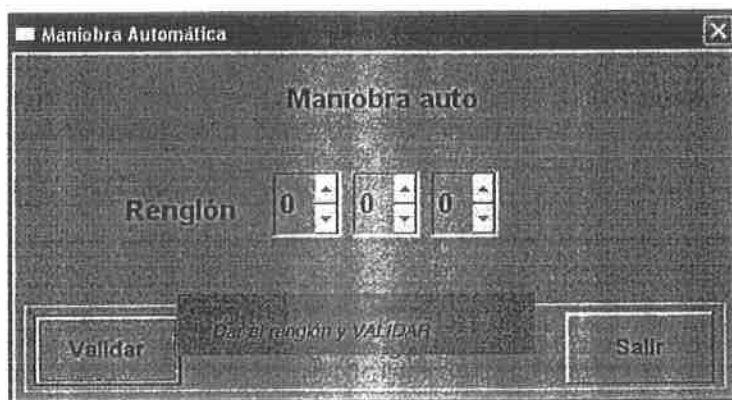

Fig. 24. Ventana "Maniobra Auto "
• Con las 6 flechas (3 dígitos), introducir el renglón del próximo tren a llegar al CDV 10 de la Terminal (Ver Fig 24)	Se puede dejar cero: en este caso, la Gestión Maniobra va sincronizarse con la Gestión Salida